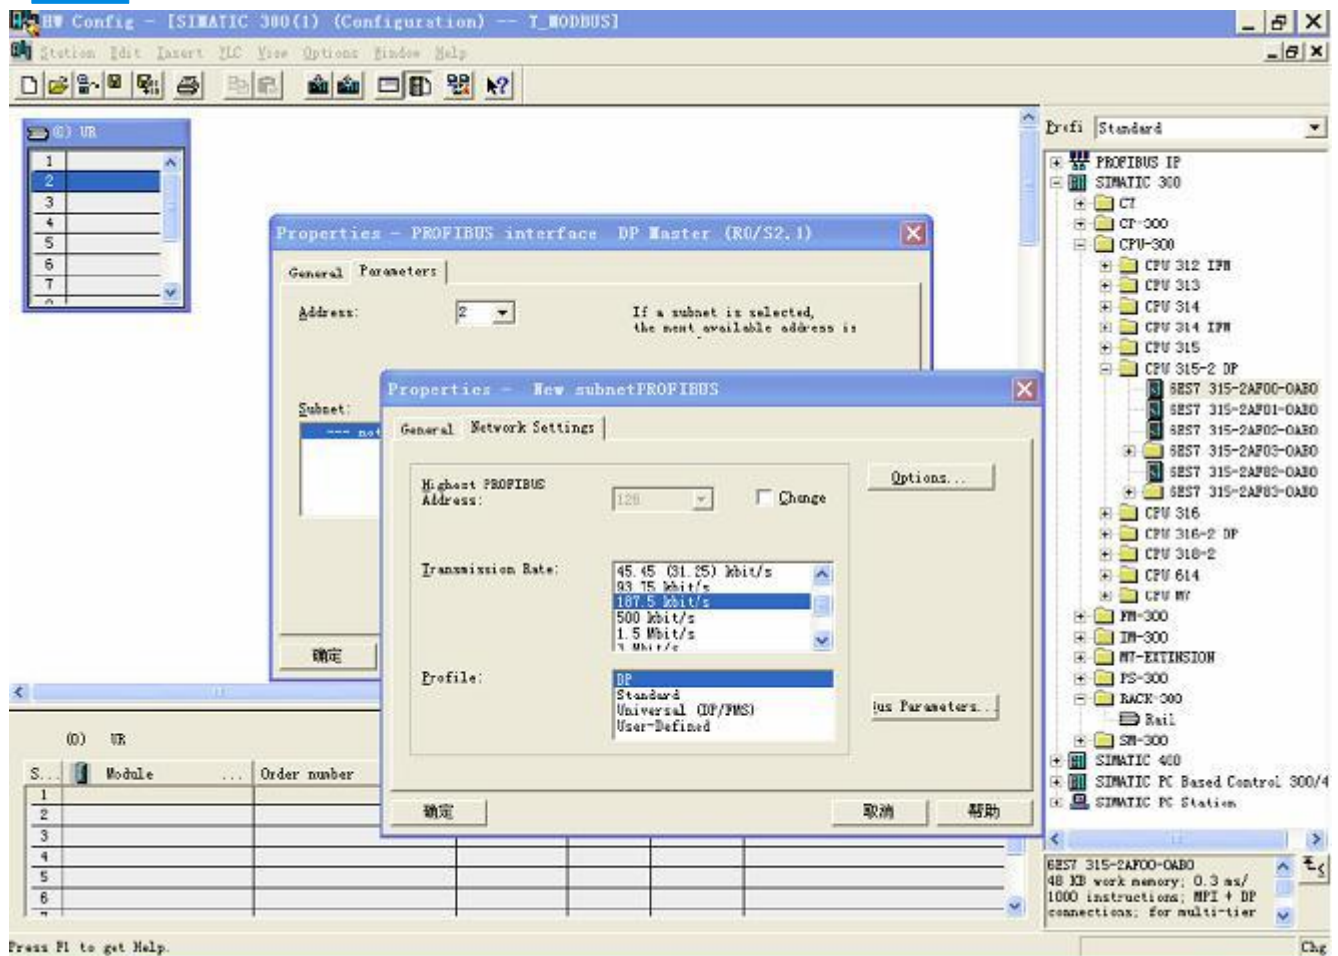

图 8
9. 创建 PROFIBUS DP 网络, 设置 PROFIBUS DP: New->Network settings, 选择 DP, 选择一个波特率如 187.5Kbps, 然后 “OK”。双击它; 如图 8